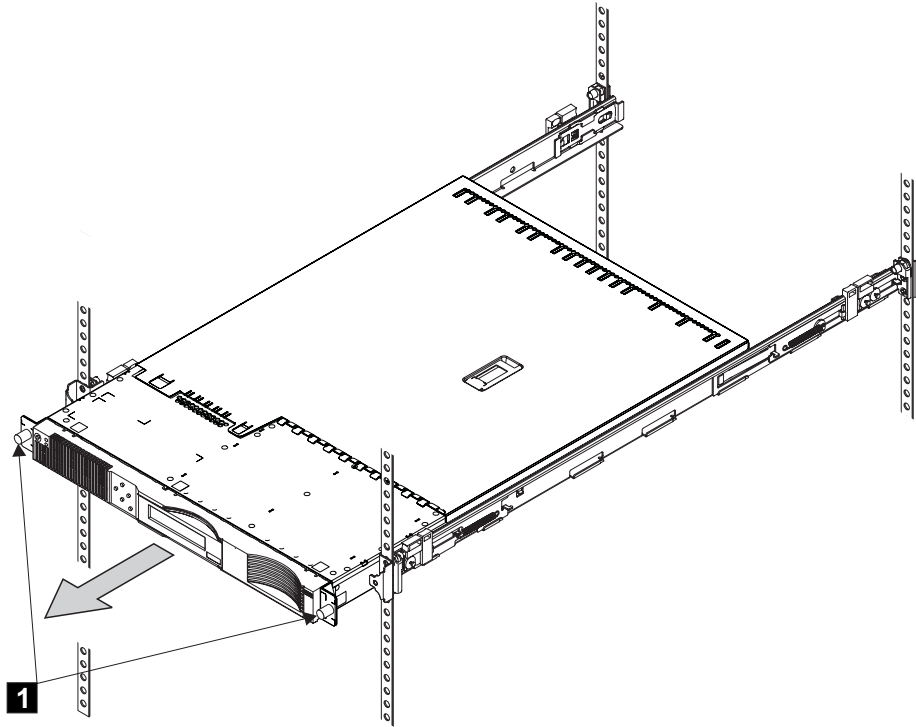

図 69. 前面のねじを緩めて、SAN ボリューム・コントローラー 2145-4F2を取り外す
1. 2 本の前部ねじ（412 ページの図 69の **1**）を外します。